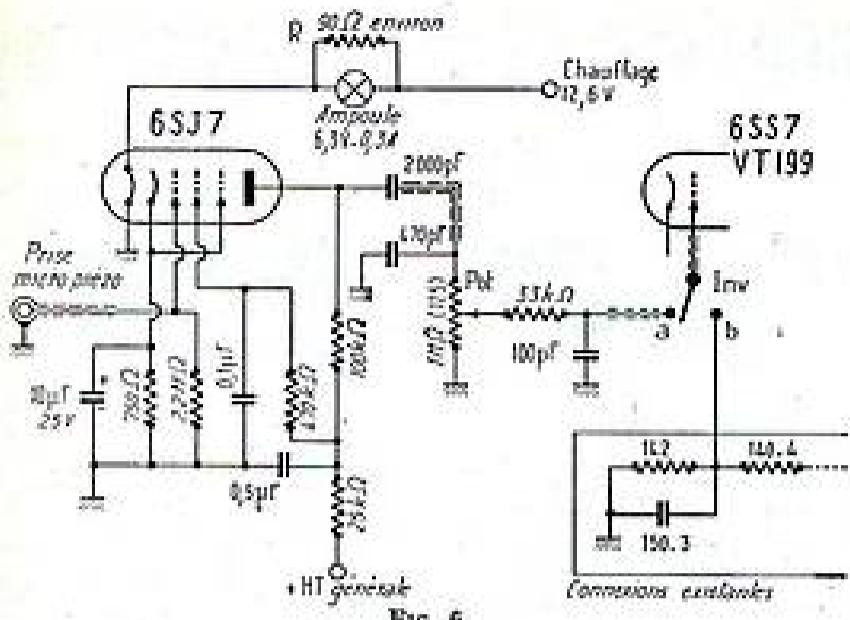

FIG. 6
Les circuits de cet étage préamplificateur BF sont alors câblés comme il est indiqué sur la fig. 6.
Il suffit ensuite de parler au microphone et de régler le taux de modulation par l'ajustage du potentiomètre Pot. (125) de la figure 6.